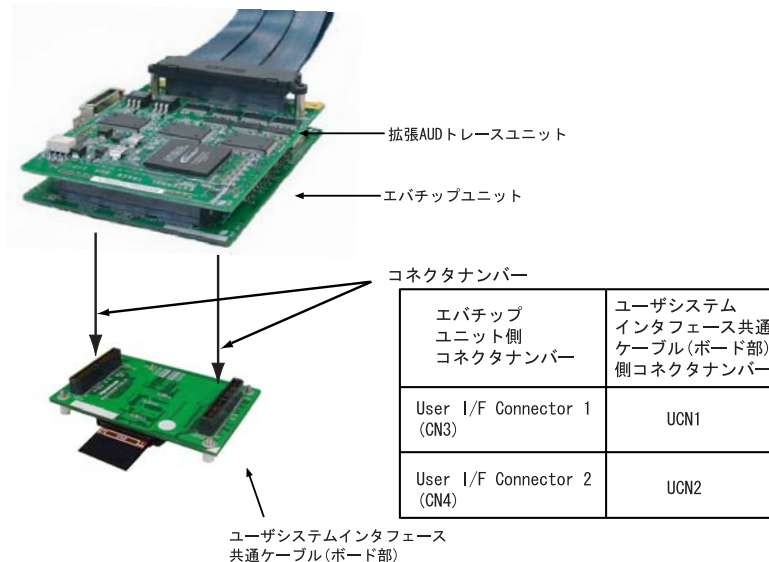

図4 エバチップユニットとの接続
- (1) ユーザシステムおよびエミュレータの電源が切れていることを確認してください。
- (2) ユーザシステムインタフェース共通ケーブル(ボード部)とエバチップユニットのコネクタをコネクタナンバーに合わせて接続します(図4参照)。
- (3) ユーザシステムインタフェース共通ケーブル(ボード部)に付属しているスペーサをユーザシステムの状態に合わせて、高さを調整してください。